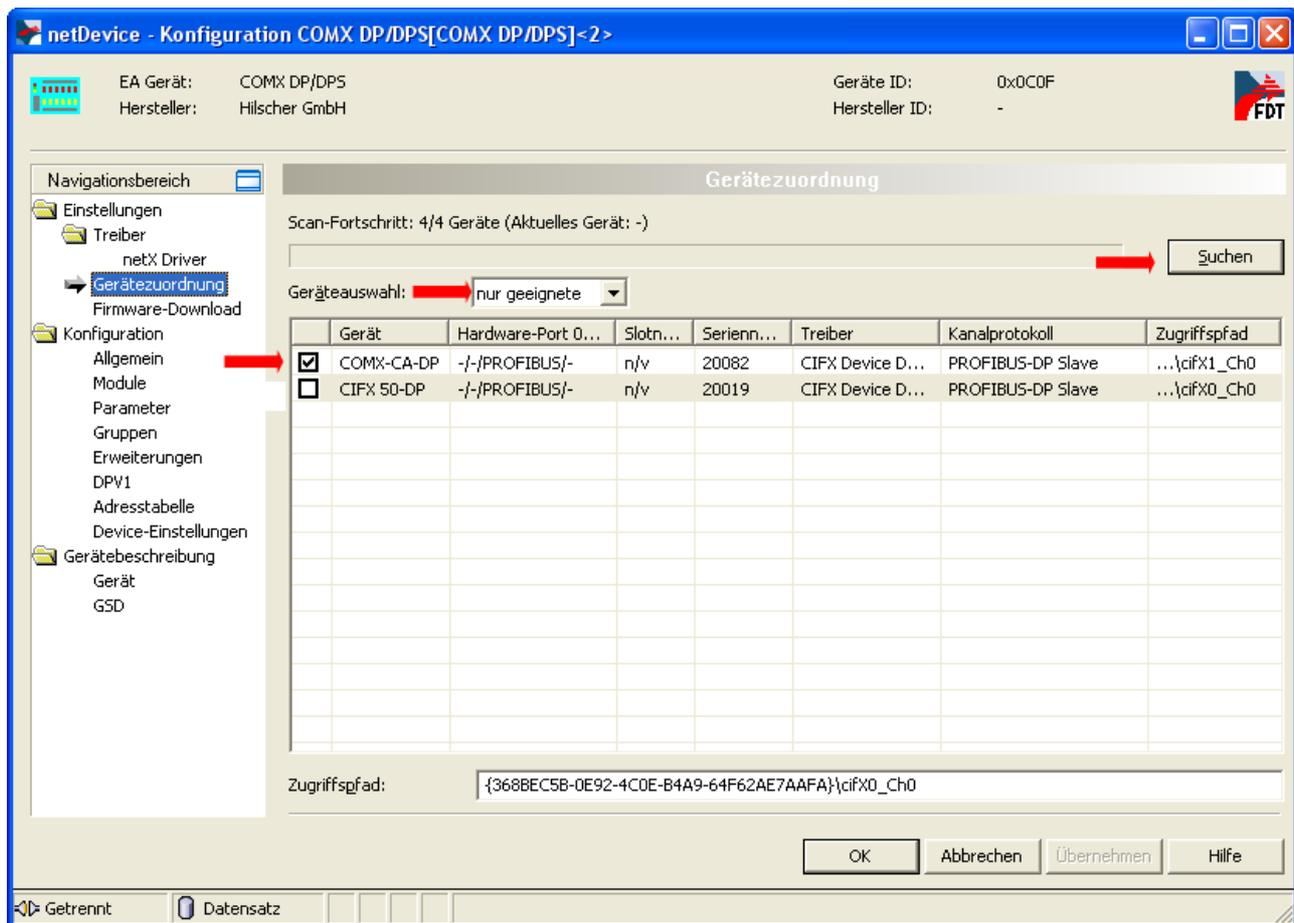

Abbildung 43: Starten des Suchvorgangs und Auswahl des Geräts
- Zum Starten des Suchvorgangs klicken Sie auf die Schaltfläche *„Suchen“*, um nach geeigneten Geräten zu suchen (siehe *Abbildung 43: Starten des Suchvorgangs und Auswahl des Geräts* auf Seite 119, am roten Pfeil rechts oben).
- Zur Geräteauswahl haken Sie nun auf die Checkbox des comX-Kommunikationsmoduls, dessen Firmware aktualisiert werden soll, an (siehe ebenfalls *Abbildung 43: Starten des Suchvorgangs und Auswahl des Geräts* auf Seite 119, am roten Pfeil links in der Mitte).